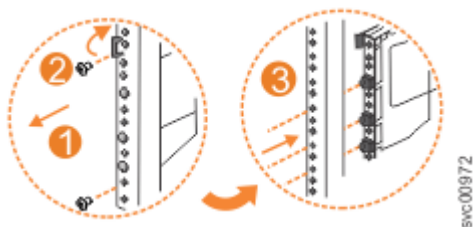

Figure 132. Retrait du guide du support de châssis avant
1. Retirez les deux vis qui fixent la section de glissière externe au support avant, comme indiqué dans la Figure 132, à la page 119.
2. Retirez la section de glissière en l'éloignant du support avant, comme indiqué dans la Figure 132, à la page 119.